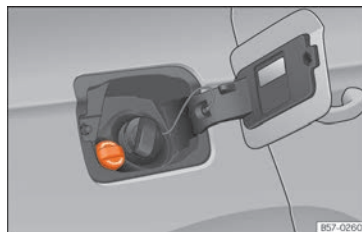

Abb. 195 Verschlussdeckel des AdBlue-Tanks
- Öffnen Sie die Tankklappe »» **Abb. 195.**
- Verschlussdeckel SCR-Einfüllstutzen nach links drehen »» **Abb. 195.**